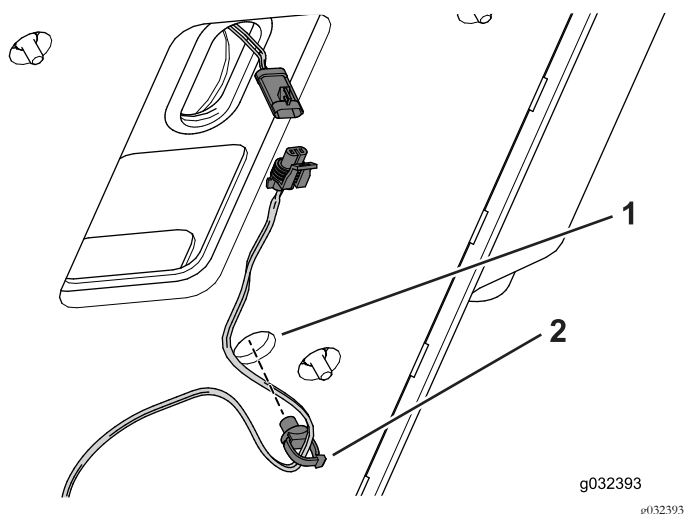

Figure 4
- Rattachez le serre-câble au fond de la plate-forme du siège (Figure 4).
- Branchez le contacteur du siège au faisceau de câblage (Figure 4).